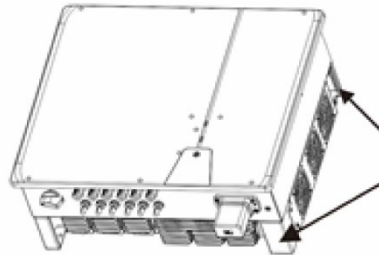

Fig. 3.2: Posição de elevação (lado direito)
- 1 Elevar o dispositivo pelas cavidades para pegar (ver Fig. 3.2). Prestar atenção ao centro de gravidade do dispositivo!